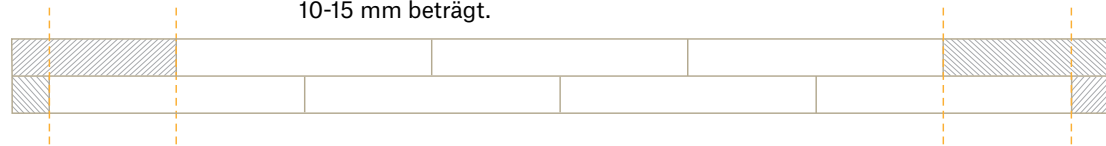

Abb. 11: Verkleben der ersten Reihen, mit Hilfslinien und Passstücken.
2. Die ersten Reihen werden mit Dinesens empfohlenem Klebesystem verklebt. Dielen verteilen und erste und letzte Diele der beiden ersten Reihen zuschneiden, sodass sie einen harmonischen Boden in der Breite des Raumes bilden. Auf angrenzende Räume ist stets zu achten. Die erste Reihe Dielen in einem Abstand von 10-15 mm zur Wand verlegen. Vorläufige Abstandskeile verwenden. Mit einer Richtschnur kontrollieren, dass die Reihe vollkommen gerade liegt. Siehe Abb. 11.